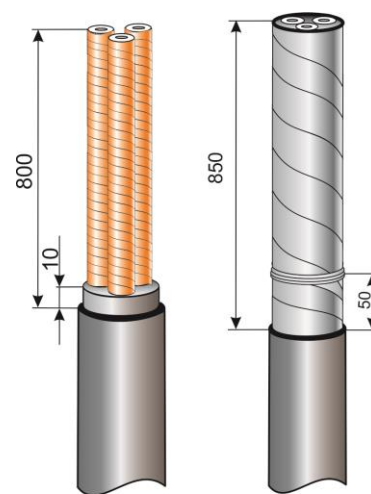

Рис.2
2.Для кабеля без брони. Удалить оболочку кабеля от торца до кольцевого надреза. Для облегчения снятия оболочки ее необходимо подогреть пламенем горелки до температуры 50...70°C. Удалить межфазный заполнитель, оставив выступ 10мм (Рис.2).